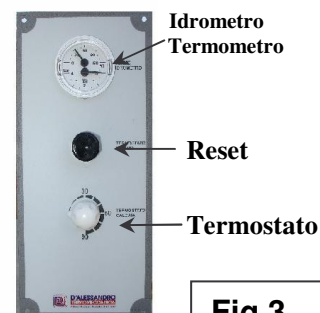

Fig.3
- Il termostato di servizio (fig. 3) sia impostato su un valore di temperatura non superiore a 90 °C e inferiore a 60° C.